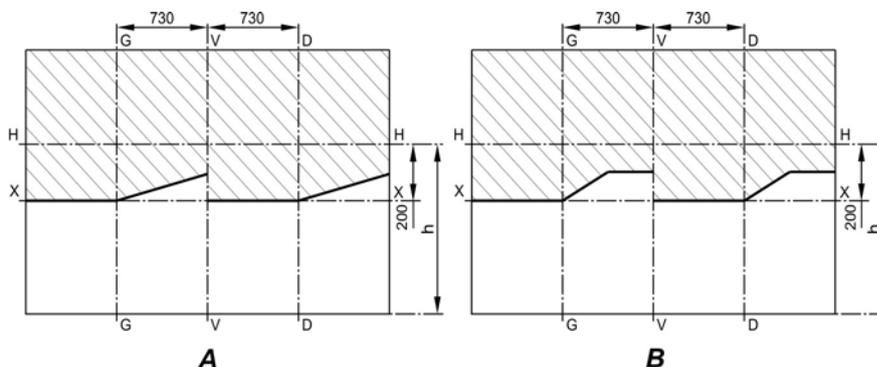

Рис. 8.5. Разметка экрана для регулировки фар:
- установить ненагруженный автомобиль на ровную горизонтальную площадку на расстоянии 10 м от экрана (водитель остается за рулем) (рис. 8.5);
У отрегулированных фар горизонтальный участок светотеневой границы должен совместиться с линией X—X (рис. 8.5А, 8.5В), наклонные участки светотеневой границы должны соответствовать рис. 8.5А (с маркировкой на рассеивателе «AL») и рис. 8.5В (с маркировкой на рассеивателе «ОСВАР»), а точки пересечения горизонтального и наклонного участков светотеневой границы — с линиями G—G и D—D.